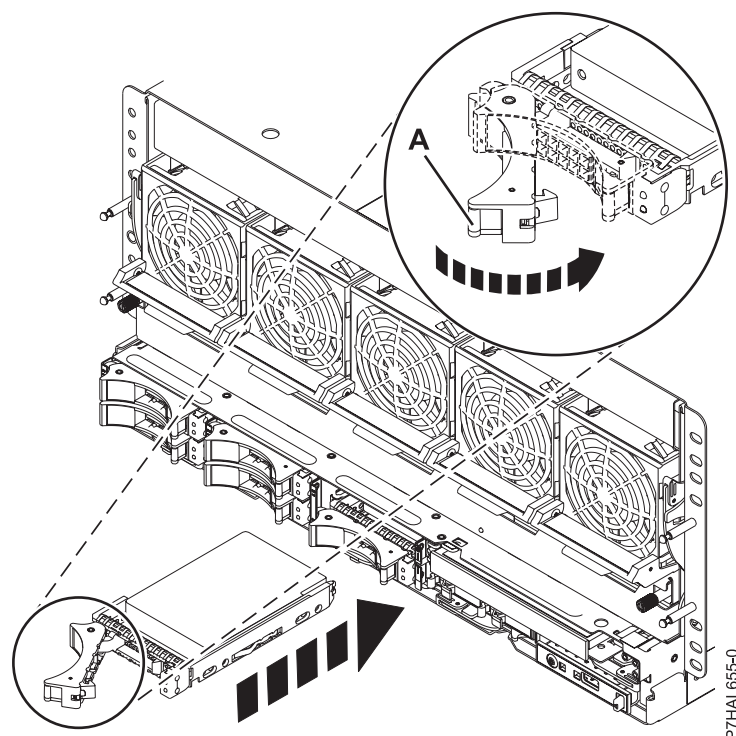

Figura 44. Substitució d'una unitat de disc o d'una unitat d'estat sòlid al sistema
6. Inseriu la unitat de disc o la unitat d'estat sòlid fins al fons del sistema o unitat d'expansió i feu pressió a la nansa (A) fins que quedi bloquejada, tal com es mostra a la Figura 44.